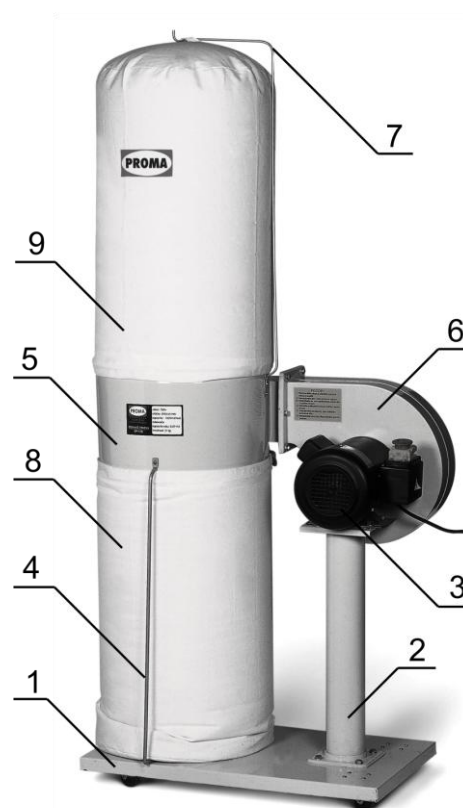

Рисунок 2.
На основании установлена подставка 2, на которой крепится вентилятор 6 с электродвигателем 3. Вентилятор имеет входной патрубок для крепления шланга станка и выходное отверстие, прямоугольного сечения для соединения с корпусом пылесоса. На корпусе пылесоса 5 с помощью хомутов крепятся фильтрующий мешок 9 и мешок для сбора стружки и пыли (8 рис. 2.). Пылесос оборудован кнопками управления, которые находятся на корпусе электродвигателя.
10. Установите и закрепите винтом входной патрубок (10 рис. 2.) на корпусе вентилятора.